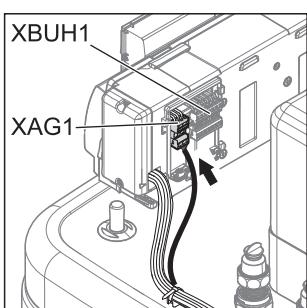
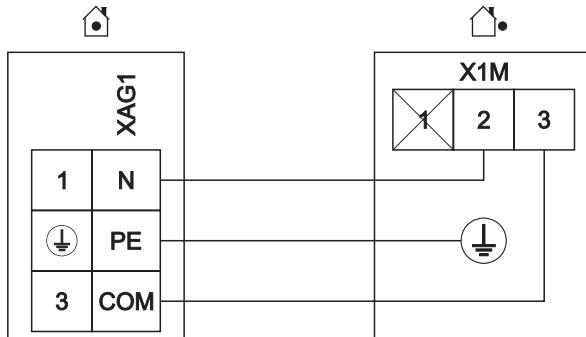

Bild 4-28 Elektrische Anschlüsse Gehäuserückseite (siehe Abschnitt 4.5.1) herstellen.
Bild 4-30 Anschluss Wärmepumpenaußengerät
- Wärmepumpenaußengerät an die Klemmleiste XAG1 (siehe Bild 4-28, Bild 4-30) anschließen.